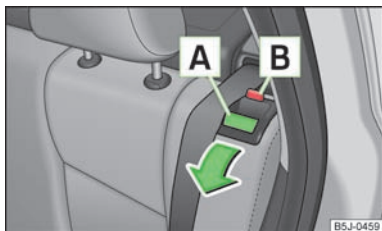

Fig. 39
- Pour débloquer les dossiers des sièges et les incliner vers l'avant, appuyez sur le bouton de verrouillage [A] » fig. 39.